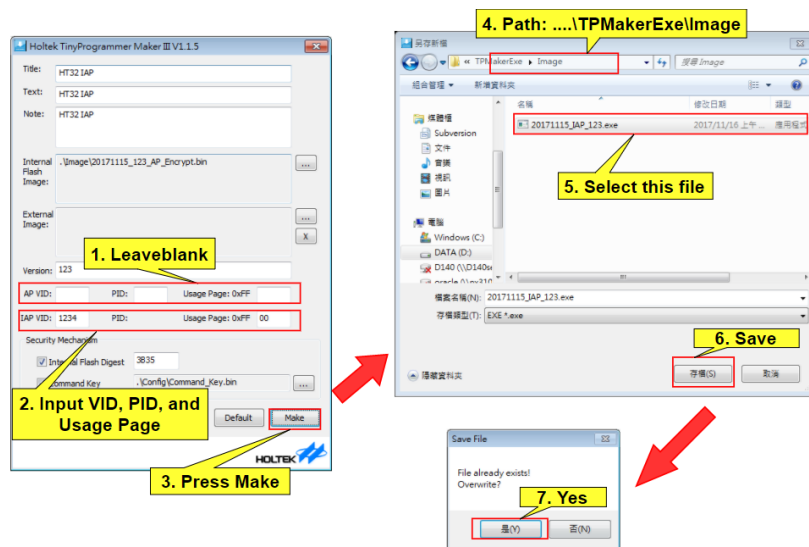

图 10 TinyProgrammer MarkerIII Tool 图
- (3) 执行 Step3.2 时会开启 “TinyProgrammer MakerIII”, 程序一开始会由批次配置文件自动修改 INI 文件 (路径\TPMakerExe\TPMaker\setting.ini), 来做 USB 的相关设定, 详细可以参考本文的章节 “设定修改”。若是 VID、PID 和 Usage Page 需要修改也可以通过 UI 直接填写, 详细操作请参考图 10。完成后关闭 “TinyProgrammer MakerIII”, 关闭后批次档的程序才会继续。